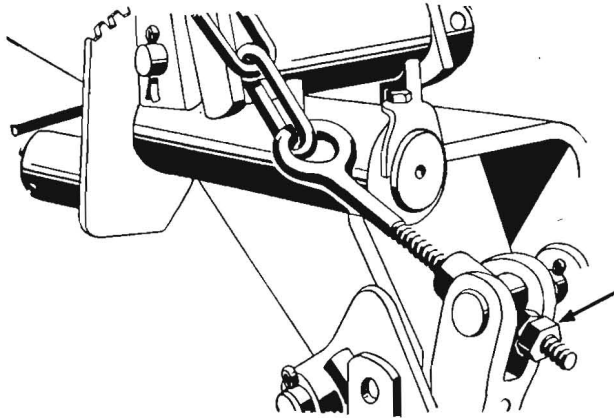

Bild 15
b) Das Scharnierstück wird an den Zughaken gehalten, die Mutter vorläufig lose auf den Zughaken aufgeschraubt. (Bild 15)